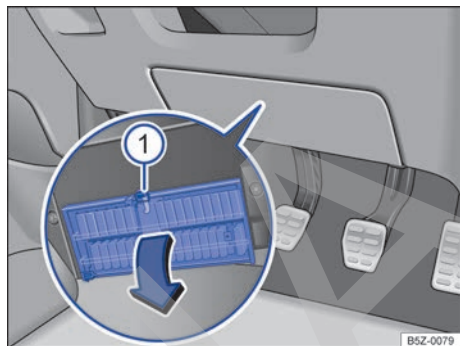

Fig. 162 En el lado del conductor debajo del panel de instrumentos: abra la cubierta de la caja de fusibles.
- **Abrir:** presione la palanca de encastre → fig. 162 ① hasta que se abra la cubierta.
- **Cerrar:** abata la cubierta en sentido contrario al de la flecha hasta que se trabe de forma audible en la palanca de encastre ①.